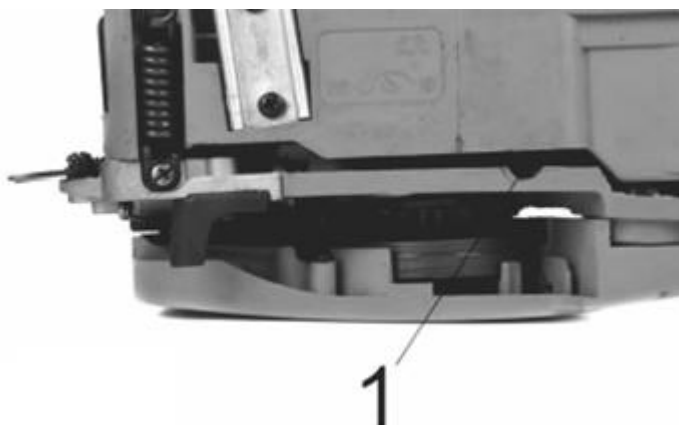

Рис. 16
Поворот винта (1) (рис.16) по часовой стрелке уменьшает, а против часовой стрелки – увеличивает расход масла.